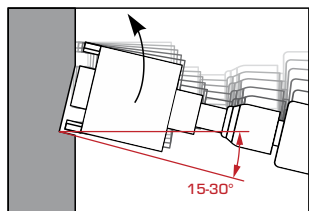

рис. 47
- начните засверливание под углом 15 - 30 градусов к поверхности стены. Постепенно, по мере засверливания, выпрямляйте ось коронки до 90 градусов (рис. 47). Это позволит Вам избежать соскальзывания коронки из зоны сверления.